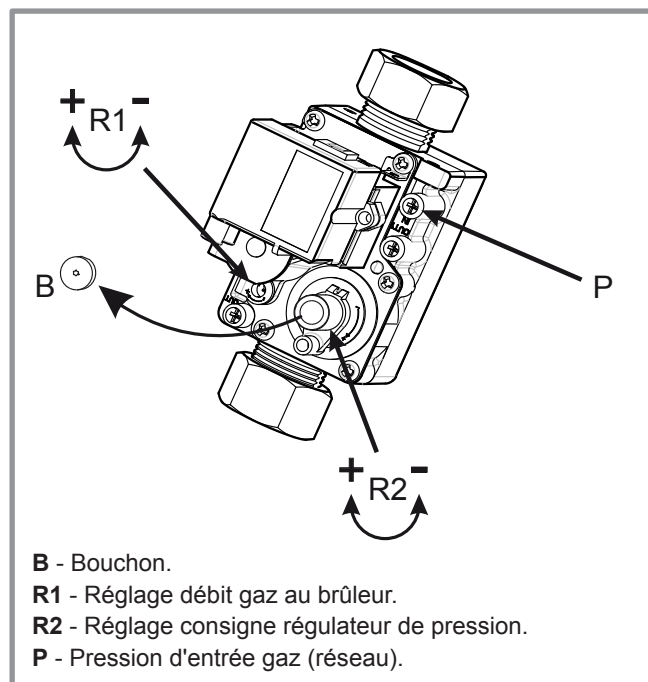

figure 36 - Vanne gaz
- Si nécessaire, ajuster le taux de CO₂ en réglant le débit gaz au brûleur (vis repère R1, *figure 36*).
- Si nécessaire, ajuster doucement la consigne du régulateur de pression (vis repère R2, *figure 36*).